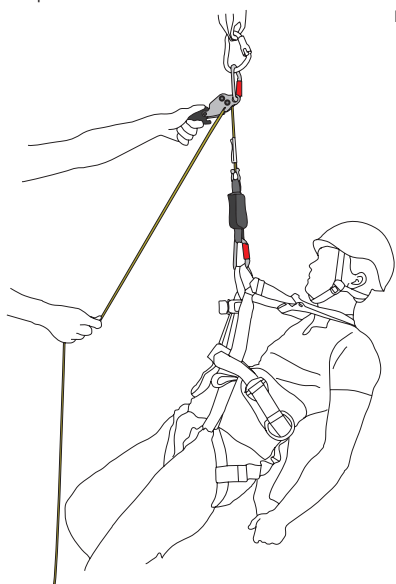

Fig. 4
4. Staccare il moschettone dalla cinghia di ancoraggio. Collocare la cinghia di ancoraggio attorno a una struttura e nel moschettone come illustrato in fig. 1:A o fig. 1B. Il punto di ancoraggio deve avere una capacità di carico di 12 kN (EN795). Fissare lo **Smartline X** come mostrato in fig. 4.